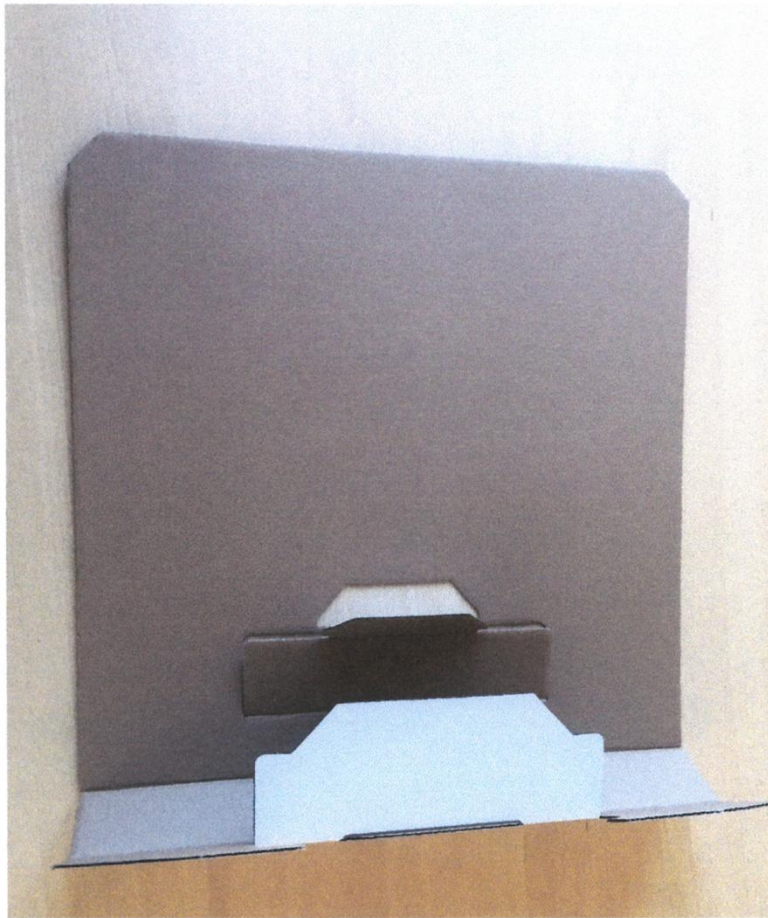

Fig. 2
- Fig. 2 przedstawia widok opakowania w pierwszym etapie zamykania;